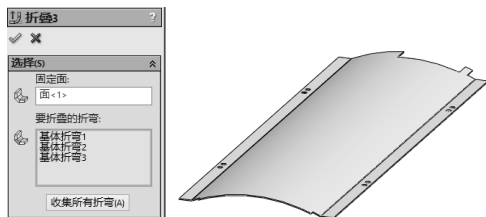

图 6-67 执行折叠钣金操作
STEP 5 单击“钣金”工具栏中的“折叠”按钮，选择钣金件边缘的一个平面，并单击“收集所有折弯”按钮，单击“确定”按钮，将钣金重新折弯，完成左盖板钣金件的设计，如图 6-67 所示。